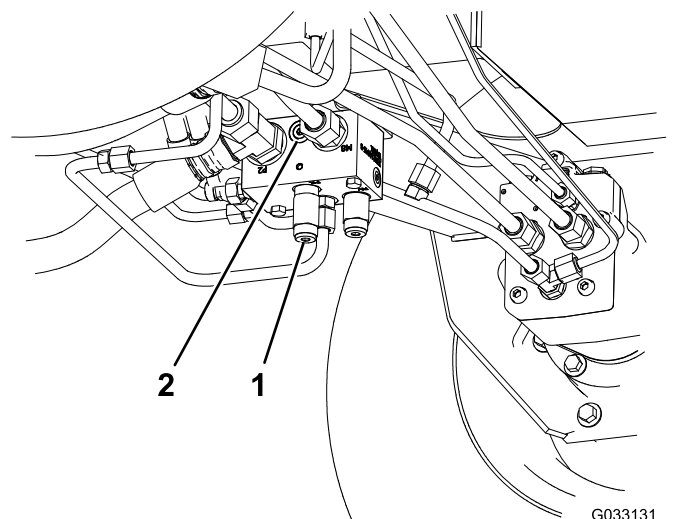

Figure 75
- Coupleur (ref. Toro 95-0985) (2)
- Raccord hydraulique (ref. Toro 340-77) (2)
1. Montez un raccord de diagnostic dans l'orifice non identifié situé entre les orifices M8 et P2 sur le collecteur de déplacement arrière (Figure 75).